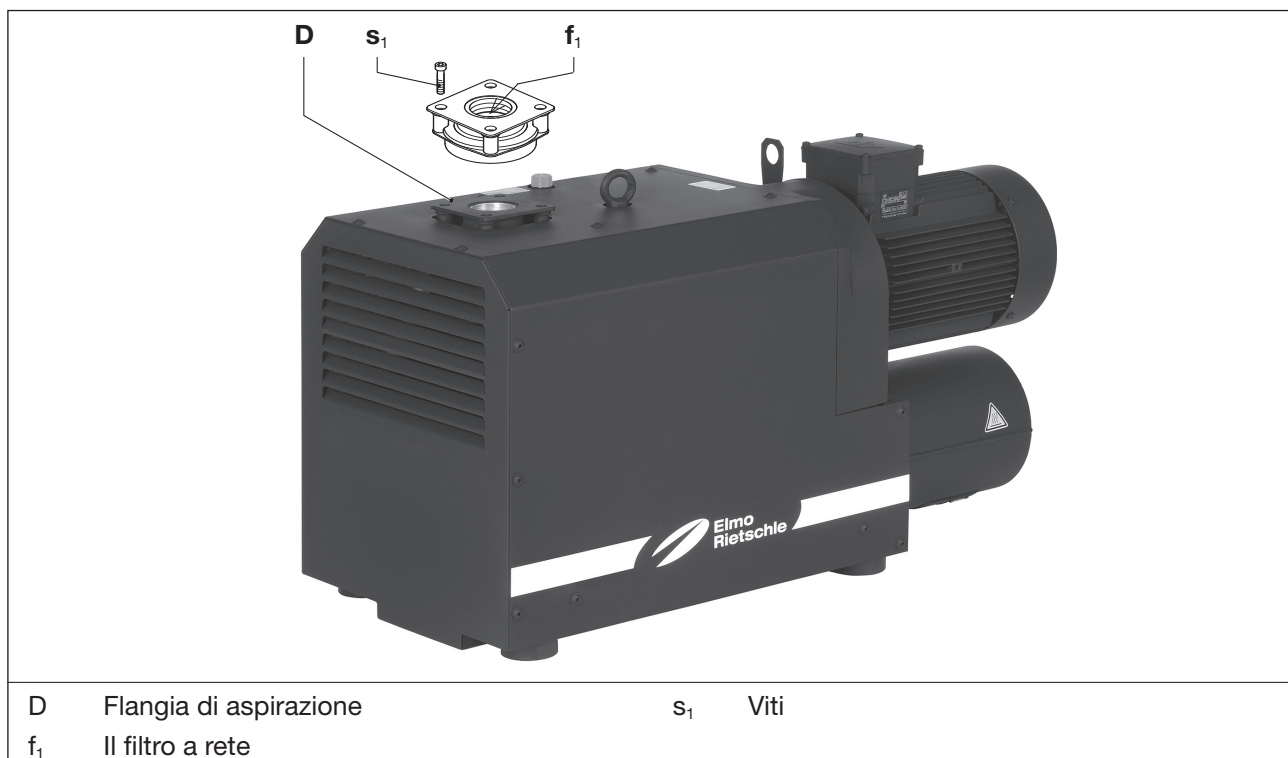

Fig. 6 Filtro a reticella
- Rimuovere la flangia di aspirazione (Fig. 6/D) dopo aver allentato le viti (Fig. 6/s₁).
- Pulire il filtro a rete (Fig. 6/f₁). Verificare anche la sede della valvola per vedere se è sporca.
- Riapplicare la flangia di aspirazione (Fig. 6/D) e serrare le viti (Fig. 6/s₁).